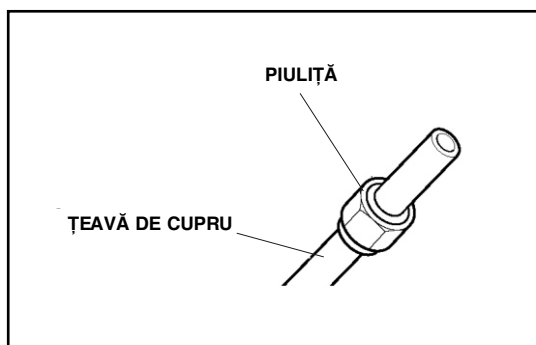

fig.14
3. Montați racordurile de conectare (fig. 14): Scoateți piulițele de pe robinetele unităților interioară și exterioară, pe care sunt montate inițial, și îmbinați-le pe țevele din cupru curățate de bavuri (N.B. nu va fi posibilă efectuarea acestei operațiuni după ce s-au executat evazările)